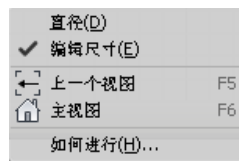

图 2-46 圆弧尺寸标注
- (1) 单击【尺寸】按钮，然后选择要标注的圆或圆弧，这时会出现标注尺寸的预览。
- (2) 如果当前选择标注半径，那么单击右键，在【打开】菜单中可看到【直径】选项，选择可标注直径，如图2-46所示。如果当前标注的是直径则在【打开】菜单中会出现【半径】选项，读者可根据自己的需要灵活的在二者之间切换。
- (3) 单击左键完成标注。